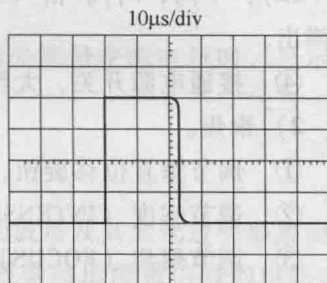

图 1-5 脉冲宽度测量
4) 脉冲宽度测量。脉冲宽度测量如图 1-5 所示,调节脉冲波形的垂直位置,使脉冲波形的顶部和底部距刻度水平线的距离相等,读取上升沿和下降沿中点之间的距离,即脉冲沿与水平刻度线相交的两点之间的距离,然后用公式计算脉冲宽度。
例如,图 1-5 中“Time/div”设定在 $10\mu\text{s}/\text{div}$ 位置,则有脉冲宽度为 $T = 10\mu\text{s}/\text{div} \times 2.0\text{div} = 20\mu\text{s}$ 。